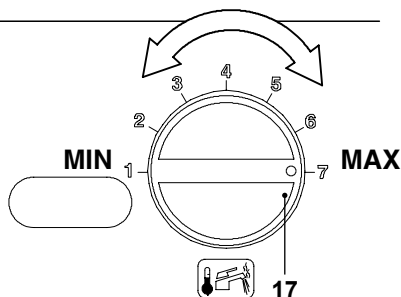

Figura 7.10
- Ruotare la manopola di temperatura sanitari 17 al massimo Figura 7.10 e verificare il valore di  $\text{CO}_2$ .